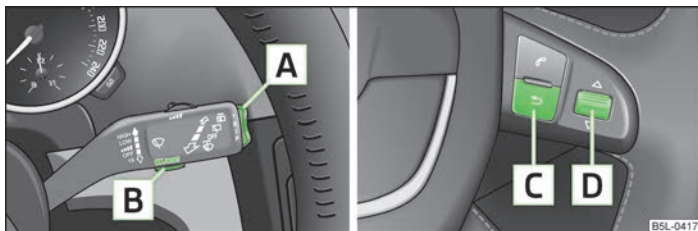

Fig. 6 Afișajul multifuncțional: Elemente de comandă de la maneta de acționare a ștergătoarelor de parbriz / elemente de comandă de pe volanul multifuncțional
Comutarea memoriei se realizează de la tasta **B** » fig. 6 la pagina 13 de pe maneta de acționare a ștergătoarelor sau cu ajutorul rotiței de reglare **D** » fig. 6 la pagina 13 de pe volanul funcțional.
Tasta basculantă **A** » fig. 6 și tasta **B** se găsesc în maneta de acționare a ștergătoarelor de parbriz. Comutarea și resetarea de la volanul multifuncțional are loc de la roțița **D**.
» Apăsați repetat tasta **B** » fig. 6, respectiv **D**.
» Apăsați scurt pe tasta basculantă **A** » fig. 6, în partea de sus sau în partea de jos. Astfel accesați consecutiv funcțiile individuale ale afișajului multifuncțional.
» Apăsați tasta **C** » fig. 6, pentru a apela meniul afișajului multifuncțional.
» Apăsați prelung tasta **B** » fig. 6, respectiv **D**.
Dacă temperatura exterioară scade sub +4 °C, în fața temperaturii apare simbolul unui fulg de nea (avertizare pentru polei) și se emite un semnal acustic. După apăsarea tastei basculante **A** » fig. 6 la pagina 13, respectiv a tastei **C**, este redată funcția care a fost afișată ultima dată.
Pe afișaj apare durata de deplasare de la ultima ștergere a memoriei. Dacă doriți să cronometrați timpul de deplasare de la un anumit moment încolo, trebuie ca în acel moment să resetați memoria pe zero, apăsând tasta **[B]** » fig. 6 la pagina 13 sau roțița de reglare **[D]** pentru mai mult de 1 secundă.
Dacă se dorește determinarea consumului mediu de combustibil într-un anumit interval de timp, atunci resetați pe zero memoria la începutul măsurării, cu ajutorul tastei **[B]** » fig. 6 la pagina 13 sau cu ajutorul roții de reglare **[D]**. După ștergere sunt afișate linii pe afișaj, în primii 100 metri.
Pe display apare distanța parcursă de la ultima ștergere a memoriei » pagina 12. Dacă se dorește măsurarea distanței de deplasare începând de la un anumit moment, atunci la acel moment memoria trebuie adusă la zero, prin apăsarea tastei **[B]** » fig. 6 la pagina 13 sau a roții de reglare **[D]**.
Pe afișaj este indicată viteza medie în km/h de la ultima ștergere a memoriei » pagina 12. Dacă se dorește măsurarea vitezei medii pentru un anumit interval de timp, atunci la începerea măsurării trebuie adusă la zero memoria, cu tasta **[B]** » fig. 6 la pagina 13, sau cu roțița de reglare **[D]**.
- » Selectați de la tasta **[A]** » fig. 6 la pagina 13 sau de la roțița de reglare **[D]** punctul de meniu **Avertizare la depășirea vitezei**.
- » Prin apăsarea tastei **[B]** » fig. 6 la pagina 13 sau a roțiței de reglare **[D]**, activați posibilitatea de setare a limitei de viteză (valoarea clipește).
- Selectați de la tasta **[A]** » fig. 6 la pagina 13 sau de la roțița de reglare **[D]** punctul de meniu **Avertizare la depășirea vitezei**.